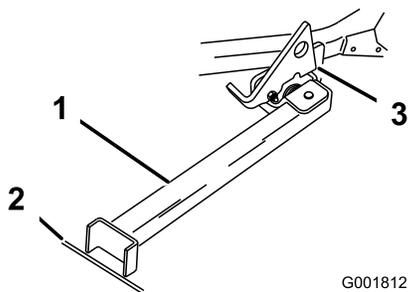

Figura 41
3. Alzate il dispositivo di chiusura. Portate il piede del supporto sul davanti e spostate il supporto verso la macchina, nell'intaglio inferiore (Figura 40e Figura 41).
- Mettete a terra il piede del supporto ed appoggiate il dispositivo di chiusura sull'aletta orientabile (Figura 41).
Nota: Per ottenere risultati ottimali, appoggiate il piede del supporto nelle fessure del marciapiede o nel tappeto erboso (Figura 41).
- Guidate sul supporto. Fermatevi quando il dispositivo di chiusura cade sull'aletta e si chiude (Figura 41). Una volta sul supporto, innestate il freno di stazionamento e spegnete il motore.